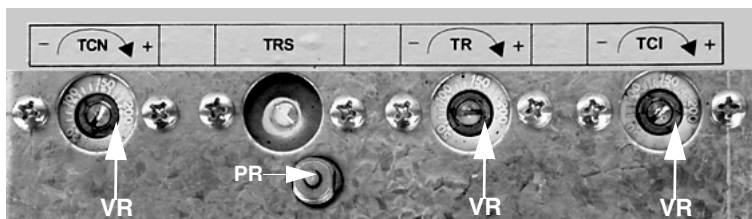

Рис. 16
**TCN - Разрешительный термостат готовности мазутного топлива (Рис. 16)**
**TRS - Предохранительный термостат сопротивлений (Рис. 16)**
**TR - Термостат сопротивлений (Рис. 16)**
**TCI - Термостат готовности системы к работе (Рис. 16)**